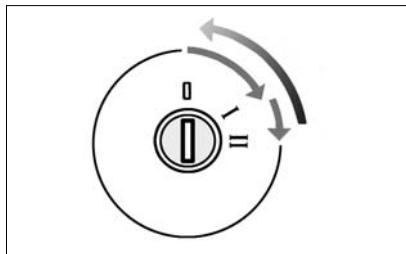

Рис. 37. Выключатель зажигания
**0** (рис. 37) – **выключено**. Положение фиксированное. Ключ вынимается.